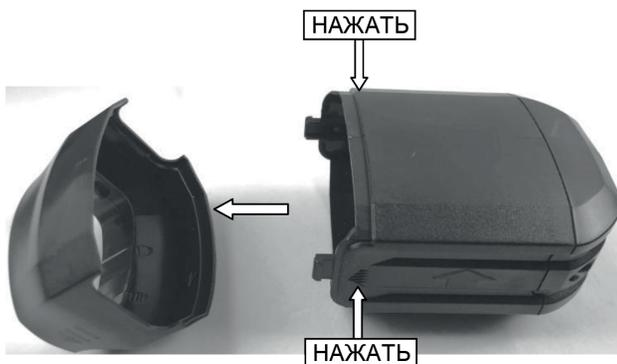

Рис. 5
2. Снимите переднюю крышку пылесборника. Для этого нажмите с двух сторон на корпус пылесборника в местах, отмеченных стрелками, и потяните переднюю крышку от корпуса пылесборника (Рис. 5).